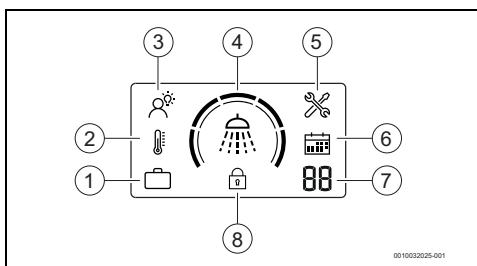

Fig. 5 Module d'affichage du régulateur
- ▶ Appuyer sur la touche  jusqu'à ce que l'écran affiche le mode SMART (→ Fig. 5 [3]).
- ▶ Appuyer sur la touche  jusqu'à ce que l'écran affiche le mode Manuel (→ Fig. 5 [2]).
- ▶ Appuyer sur la touche  jusqu'à ce que l'écran affiche le mode Vacances (→ Fig. 5 [1]).
- ▶ Appuyer sur la touche  pour régler le nombre souhaité de jours de vacances (→ Fig. 5 [7]).
Cette fonction verrouille le panneau de commande (→ Fig. 5 [8]).